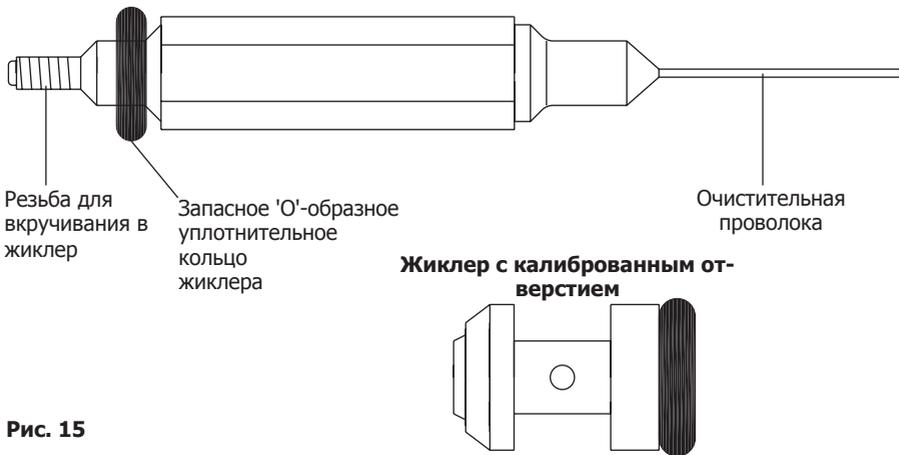

Рис. 15
4.2.2 Снятие и очистка жиклеров (см. рис. 15)